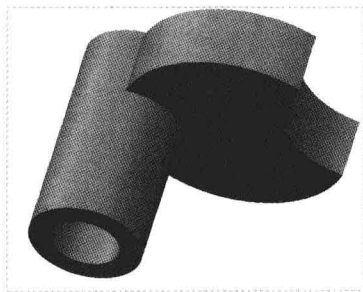

图 11-89 图形文件
Step 01 按【Ctrl+O】组合键，打开图形文件，如图 11-89 所示，单击“元件”面板中“元件”右侧的下拉按钮。